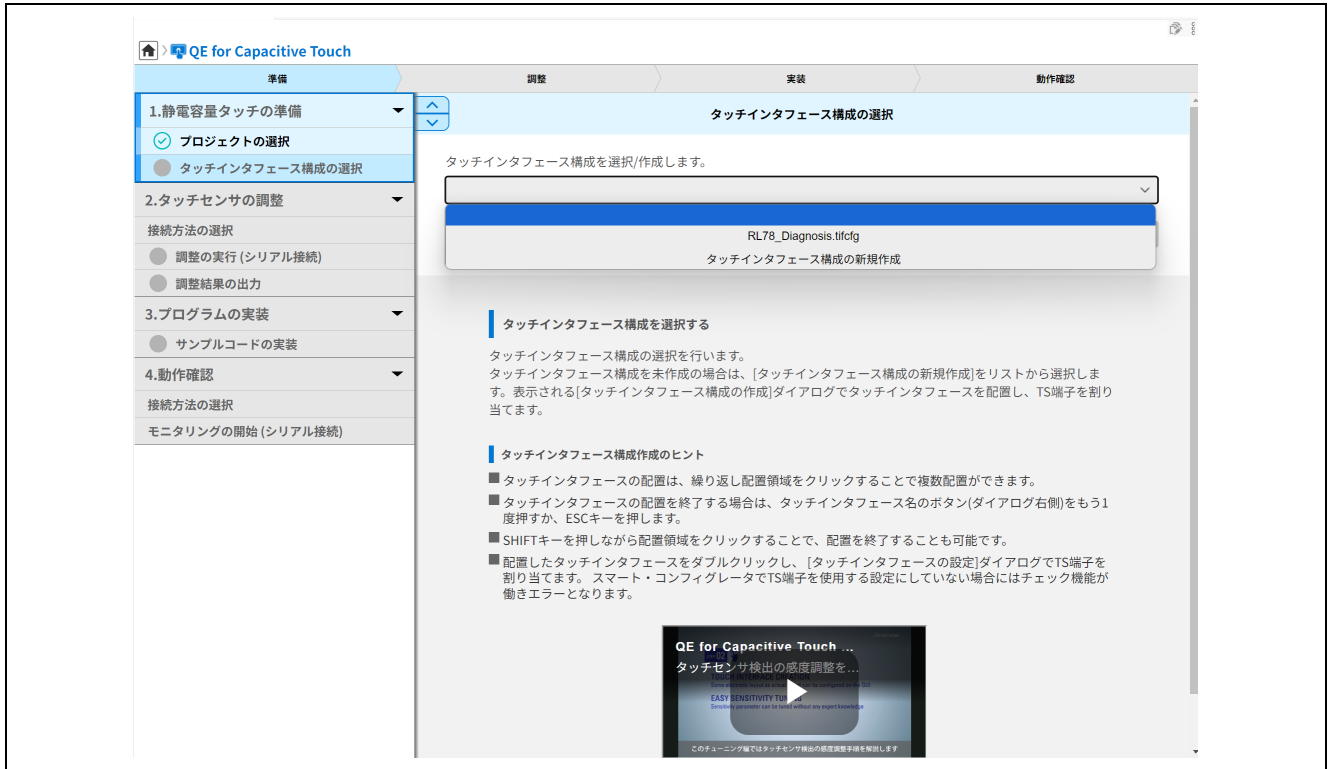

図 6-21 [CapTouch ワークフロー (QE)]で[構成を編集する]を選択 (RL78)
10. [Renesas Views] -> [Renesas QE] -> [Cap Touch ワークフロー(QE)]を開きます。図 6-21 に示す通り、[タッチインタフェース構成の選択]をクリックし、既存のタッチインタフェース構成の編集または新規作成を行います。